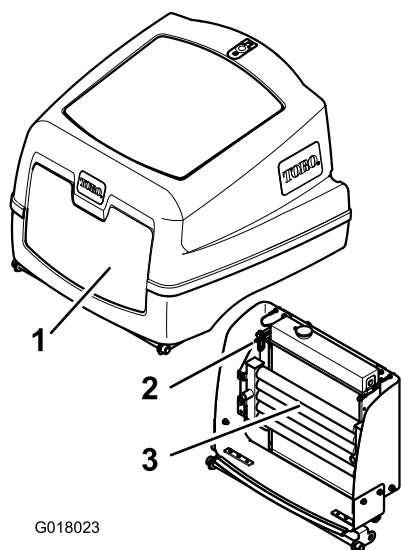

Figura 57
4. Sbloccate il fermo e aprite il coperchio del motore (Figura 57).